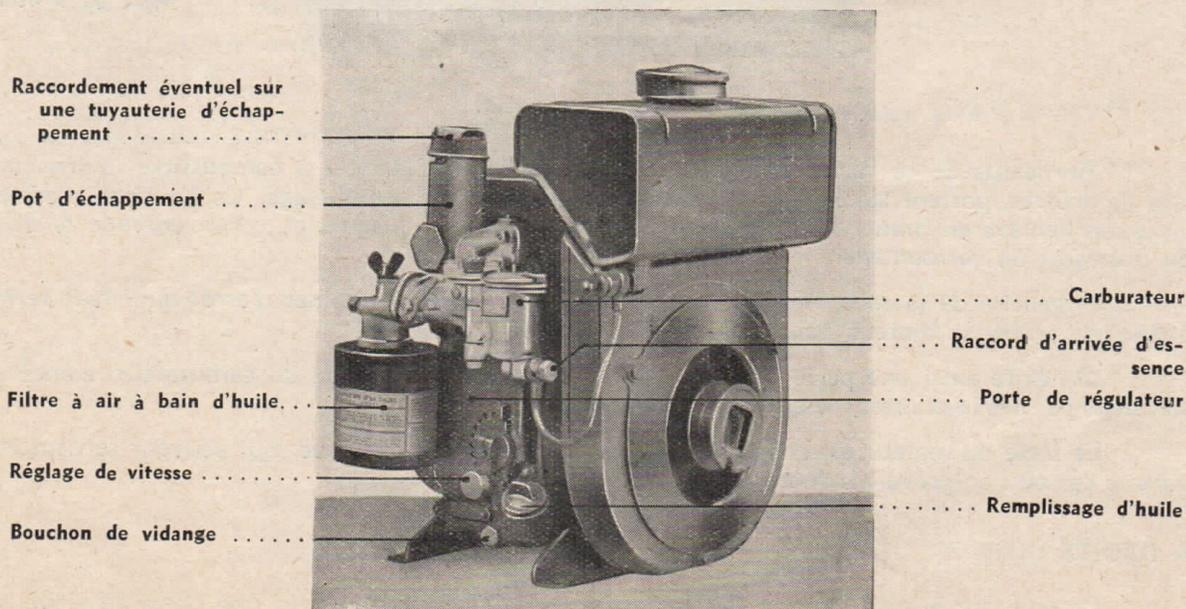

Fig. 3. - Vue de gauche.
**A GAUCHE :** (Fig. 3).
**Le dispositif de réglage de vitesse** permet de modifier la vitesse du moteur entre 1.500 et 3.000 tours à la minute, en agissant sur le levier situé sur la partie basse de la porte de visite (fig. 3). La vitesse choisie reste invariable pour la charge correspondant à cette vitesse. Si la puissance demandée au moteur est trop importante, celui-ci baisse de vitesse immédiatement.
**Le bouchon de remplissage d'huile** est placé de telle façon, à la partie basse du moteur (fig. 3) que le niveau d'huile au remplissage s'établit sur le bord inférieur de l'orifice. La capacité
**Le bouchon de vidange** se trouve au-dessous du bouchon de remplissage et sur la même tubulure (fig. 3).
On remarquera enfin sur la figure 3, le pot d'échappement fixé directement au moteur ; la partie supérieure de ce pot est préparée pour recevoir éventuellement une tubulure d'évacuation constituée par un tube 26×34 fileté au pas du gaz, pour une installation fixe.